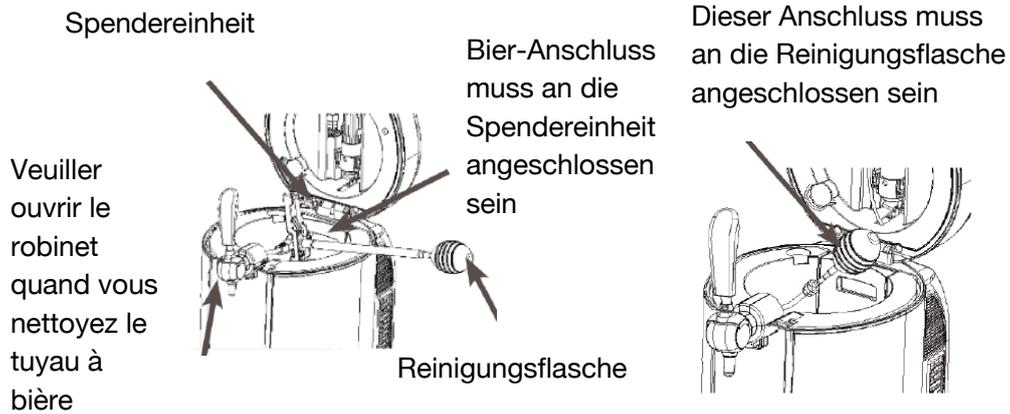

Abbildung 29
2. Verbinden Sie es mit einem Ende des Bolzens, drücken Sie das Wasser in den Bolzen um das Bolzenrohr zu reinigen, dann drücken Sie das Wasser aus dem Bierschlauch auf dem anderen Ende heraus. Wiederholen Sie diesen Reinigungsvorgang, bis der Bierschlauch sauber ist (dafür brauchen Sie mindestens 3 Flaschen warmes Wasser); Reinigen Sie bitte den Bierschlauch-Zapfmechanismus wie in der Abbildung 30. Hinweis: Bauen Sie bitte den Hahn auseinander, wenn Sie die Reinigung durchführen (wie in der Abbildung 29)